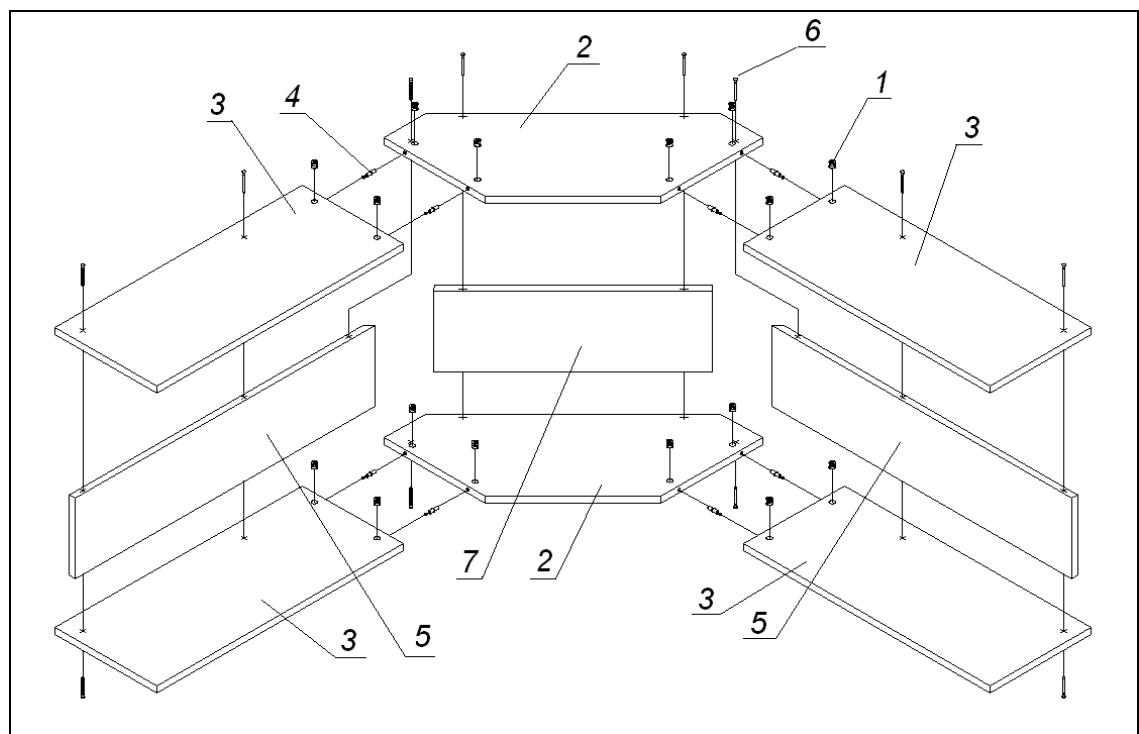

Рис. 32
- используя специальные отверстия в боковинах колонны (2), закрепить направляющие выдвижных ящиков (1) (если они входят в состав модуля);
- в боковины (2) модуля установить винты эксцентриковых стяжек (3);
- в горизонтальные щиты каркаса вставить шканты (4) и эксцентрики (5);
- закрепить горизонтальные щиты (6) на одной из боковин (2);
- в пазы боковины (2) и крайних горизонтальных щитов (6) вставить ДВП (7);
- присоединить вторую боковину (2);
- вставить эксцентрики (1) в отверстия деталей (2) и (3) (Рис. 32);